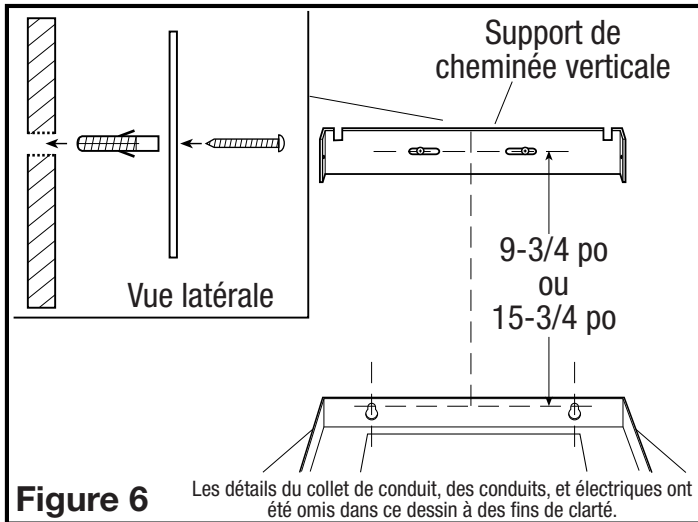

Figure 6
2. Si vous installez sur une cloison sèche, percez des trous dans le mur en utilisant un foret de 3/16 po. Installez les supports de mur dans les trous forés (un pour chaque trou). Fixez le support en place avec (2) vis #6 x 1 po fournies. Si vous installez sur d'autres matériaux (brique, ciment, plâtre, etc.) choisissez une fixation appropriée capable de soutenir le poids de la cheminée (Figure 6).